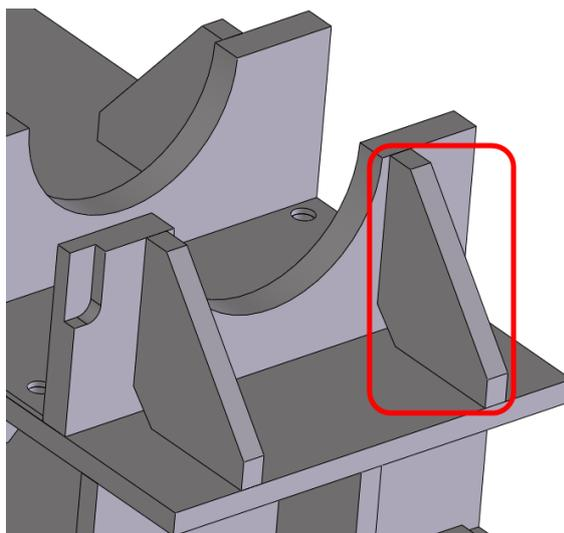

Рис. 11.117 Редактируемый компонент сборки
Мы уже говорили о том, что создавая сварную металлоконструкцию нам нет надобности на деталях, из которых она состоит, указывать разделку под сварные швы. В то же время, для всех компонентов **Рамы** нам придется создавать их собственные, так называемые, "детализировочные" чертежи, где разделку под сварку необходимо указывать. Было бы нелепо выполнять двойную работу, создавая отдельно сборку изделия, а отдельно – модели входящих в неё компонентов. Добавим такой элемент, как "разделка под сварной шов" к деталям – *Ребро* (рис.11.117).
1. Открыть указанный на рис.11.117 компонент в отдельном окне.